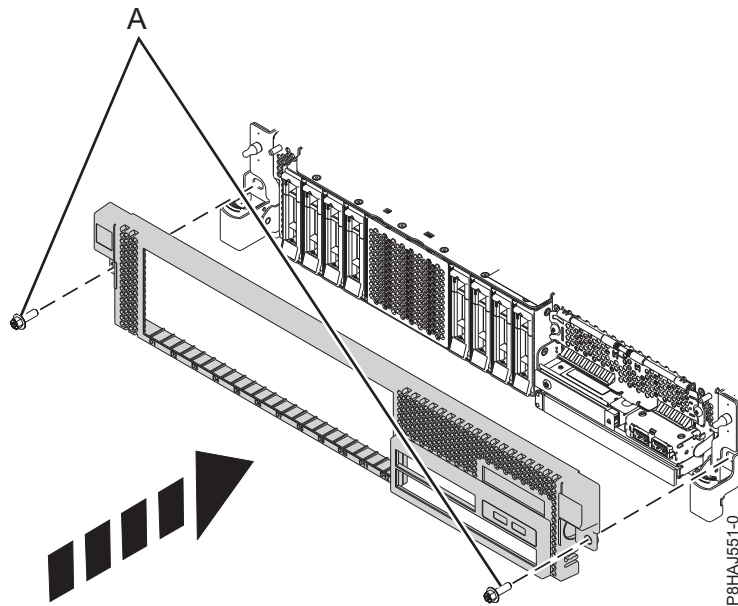

図 12. 前面カバーの取り付け
3. 33 ページの図 12 に示す方向にリリース・ラッチを押して、閉じます。 カチッという音がしてカバーが正しい位置に収まります。カバーにはより簡単につかむことができるくぼみがあります。
4. 配送用ねじ (A) を再取り付けします。